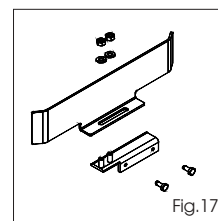

Fig.17
- 1) Monter et fixer les 2 plaquettes profilées sur les 2 supports en U avec les écrous et les rondelles fournis, d'après la Fig. 17.